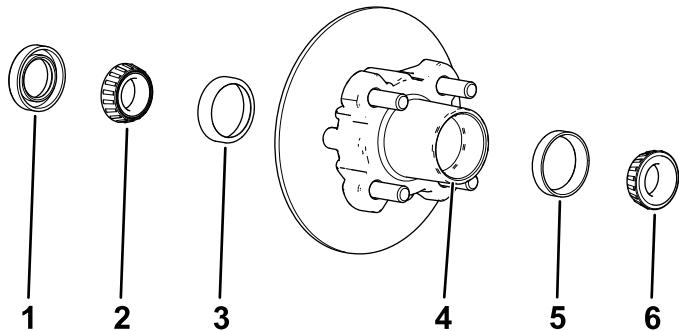

Figura 32
1. Retire o rolamento exterior e a correia do rolamento do cubo (Figura 32).
2. Retire o rolamento interior do cubo (Figura 32).
5. Limpe a cavidade do cubo de lubrificante, sujeira e detritos (Figura 32).
7. Encha a cavidade do cubo 50 a 80% com o lubrificante especificado (Figura 32).
8. Monte o rolamento interior na correia no lado interior do cubo e coloque o vedante (Figura 32).